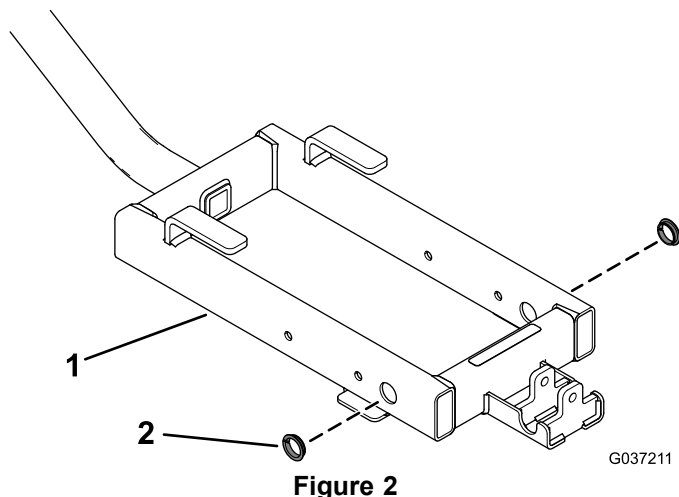

Figure 2
1. Montez les 2 bagues à clipser sur le cadre de support de l'épandeur (Figure 2).